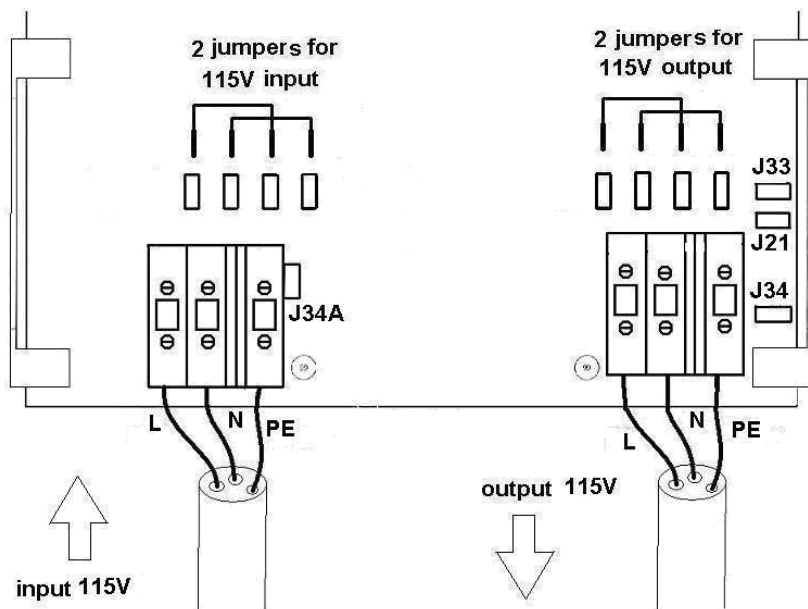

Figure 3: configuration des cavaliers pour des tensions d'entrée et/ou de sortie 115/120 V
2.2.3 Pour des tensions d'entrée et/ou de sortie 110/120 V, configurer les cavaliers-poussoirs comme illustré à la figure 3.